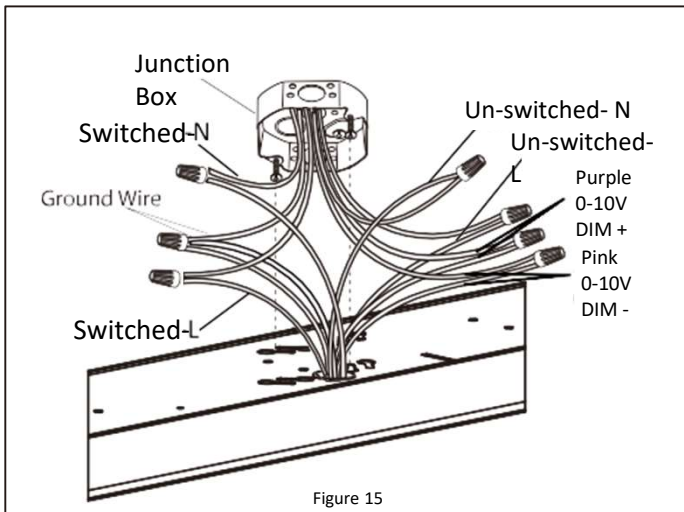

Figure 15
Note: If using an Emergency fixture, see figure 15 on the last page of this document for connections.
Remarque : Si vous utilisez un luminaire d'éclairage de secours, reportez-vous à la Figure 15 à la dernière page de ce document pour les raccordements.
- To wire an Emergency fixture, make the connections listed below and **See Figure 15**.
- Pour raccorder un luminaire d'éclairage de secours, effectuez les connexions indiquées ci-dessous et **reportez-vous à la Figure 15**.*
- Raccordez le fil blanc d'éclairage de secours (EM) au fil neutre non commuté.
- Raccordez le fil noir d'éclairage de secours (EM) au fil de phase non commuté.